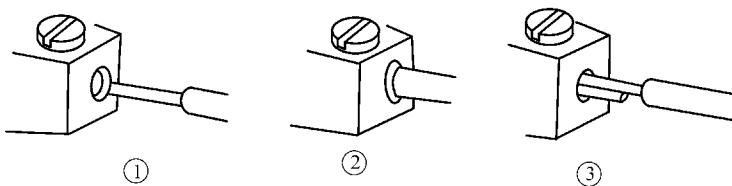

图 4-48 针孔式接线柱连接的错误接法
(2) 常见的错误接法如图 4-48 所示。单股线端直接插入孔内，线芯会被挤在一边。绝缘层剥去太少，部分绝缘层被插入孔内，接触面积被占据。绝缘层剥去太多，孔外线芯裸露太长，影响用电安全。